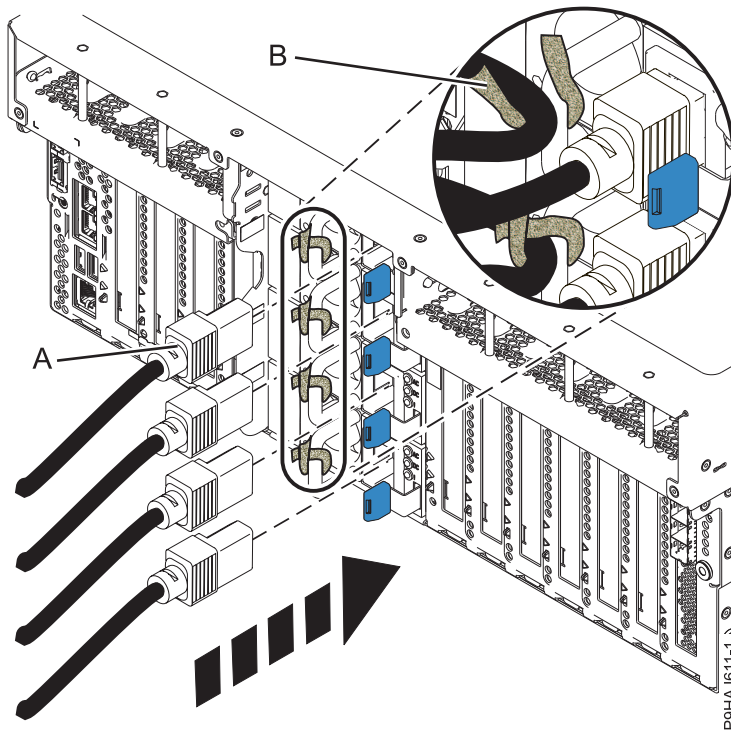
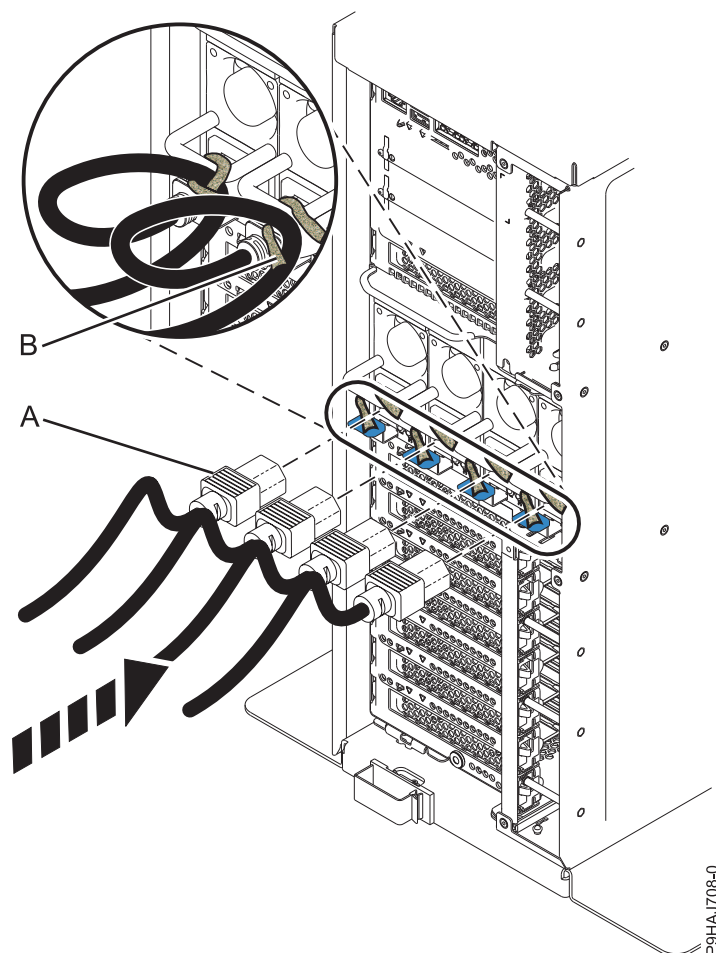

Figura 44. Conexión de los cables de alimentación a un sistema montado en bastidor
Figura 45. Conexión de los cables de alimentación a un sistema autónomo
- Mediante las etiquetas, vuelva a conectar los cables de alimentación (A) a la unidad del sistema. Sujete los cables de alimentación (A) al sistema utilizando el mecanismo de sujeción (B) tal como se muestra en la Figura 44 o Figura 45 en la página 63.